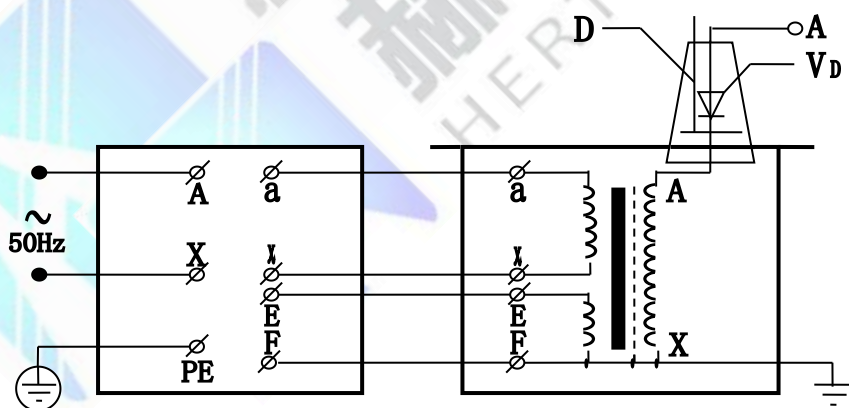

图 4：单台 YDJ-5KVA/50KV 交直流工频耐压试验装置原理图
2、单台 YDJ-5KVA/50KV 工频耐压试验装置的工作原理图见图 4，图中高压套管中装有高压硅堆，串接在高压回路中作半波整流，以获得直流高电压。当用一短路杆将高压硅堆短接时，可获得工频高电压，作为交流输出状态；取消短路杆时，作为直流输出状态。